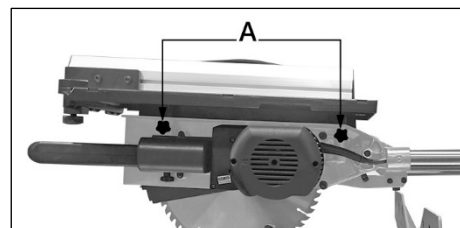

Рисунок 11.
**!** При работе на верхнем столе необходимо установить нижний защитный кожух. Плотнo затяните два винта-фиксатора высоты верхнего рабочего стола **A** (рис. 11).